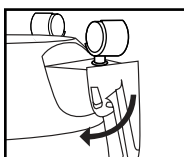

FIGURE 9
9. Exercez une pression à l'avant du support de tuyau pour le fixer en place. **FIGURE 9**.